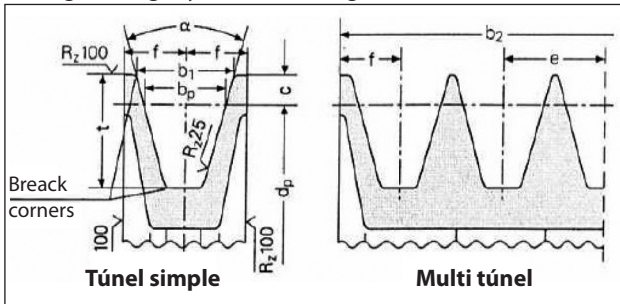

Fig. 8
- Utilizar poleas con correas trapezoidales con las dimensiones del canal prescritas/recomendadas por el fabricante de la correa utilizada. A falta de indicaciones, seguir la Fig. 8 y a la tabla de Fig. 9.